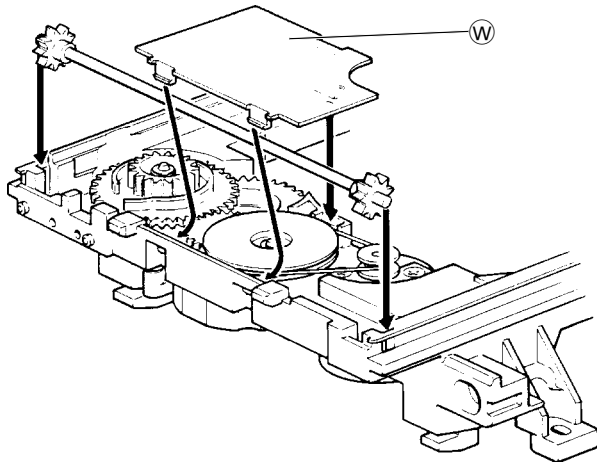

Fig. 11
- Abdeckung W (Fig. 11) ausrasten.
- Disengage the cover W (Fig. 11).